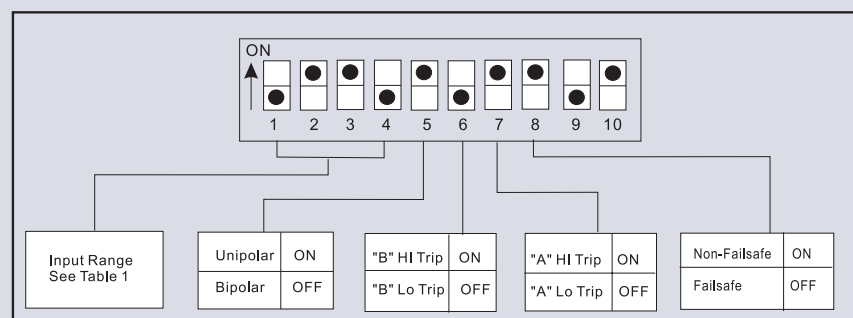

Figura 4: Ajuste Padrão de Fábrica da Seleção de Função e Tipo de Entrada do G108 (SW1)
Para outras faixas de E/S, consulte a Tabela 1 e a Figura 4. Reconfigure a chave SW1 para o tipo de entrada, faixa e função desejadas.
3. Defina a posição 5 da chave "SW1" em ON para entrada unipolar (por exemplo 0-20mA) ou em OFF para entrada bipolar (por exemplo -20 a 20mA usando um offset de -100%). Veja a Figura 4.
4. Defina as posições 6 e 7 da chave "SW1" em ON para um alarme de máximo (HI) ou em OFF para um alarme de mínimo (LO). Veja a Figura 4.